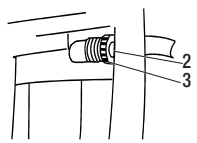

Figura 2
- Conecte una manguera de jardín (2) al conector de la manguera de drenaje (3) del interior del deshumidificador. Conecte de forma segura la manguera para asegurarse de que no haya fugas de agua. (Figura 2)